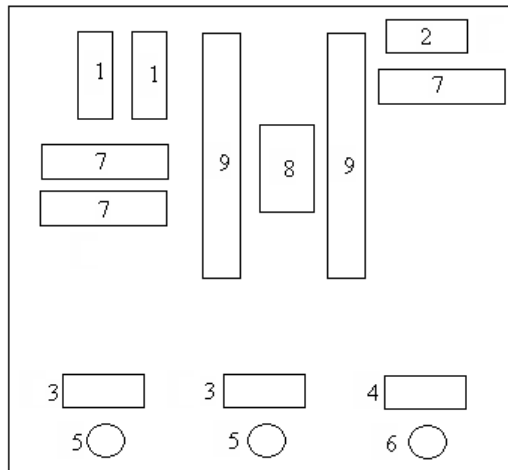

Рисунок 1.1 - Структурна схема робочого станду
1. Ознайомитися із розміщенням на робочому столі робочим стендом лабораторії відповідно до його структурної схеми (рис.1.1).